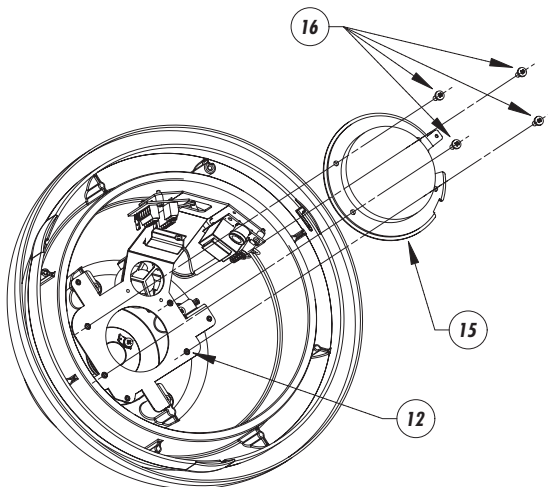

Fig. 12
- Fissare (Fig. 12) la base di montaggio della telecamera (15) alla piastra di riscaldamento (12) tramite le viti in dotazione (16).
- Fixer (Fig. 12) la base de fixation de la camera (15) à la plaque du chauffage (12) au moyen des vis fournies (16).
- Fix (Fig. 12) the camera mounting base (15) to the heating plate (12) using the supplied screws (16).
- Fixieren (Fig. 12) der Kamera-Befestigungsplatte (15) mit den beiliegenden Schrauben (16) an der Heizplatte (12).